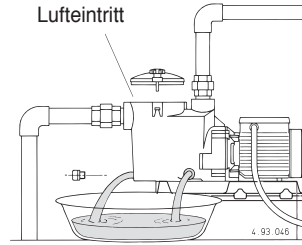

Abb. 4 Entleerung
**Bei längeren Stillstandsperioden oder bei Frostgefahr ist die Pumpe vollständig zu entleeren.** Dafür die zwei Ablasschrauben mit den wiederverwendbaren Runddichtringen abnehmen (Abb. 4).
Vor der Demontage ist die Pumpe vollständig zu entleeren (siehe Abb. 4 und Kapitel 12.). Demontage und Montage unter Zuhilfenahme des Schnittbildes (Kapitel 15.) durchführen.